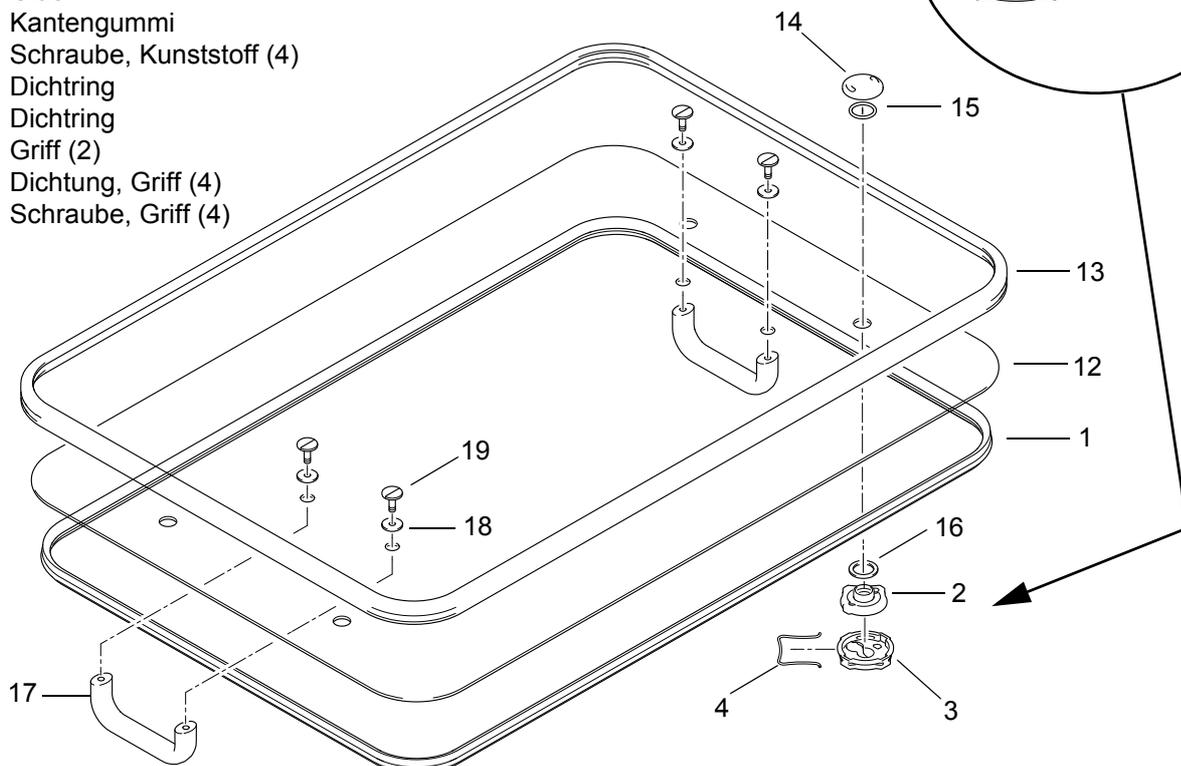

Abb. 802 Eleon Luken - Komponenten (Teil 2)
2. Dichtungsgummi (1, Abb. 802) rund um die Luke aus der Nut im Rahmen (1, Abb. 801) ziehen.
2. Neuen Dichtungsgummi (1, Abb. 802) auf den Lukerahmen legen.
2. Halteklammern (4, Abb. 802) aus allen 4 Deckelträgern (2, 3) ziehen.
1. Deckelgruppe auf die Deckelträger-Unterteile (3, Abb. 802) positionieren.
2. An einer Ecke beginnend, mit der einen Hand Deckelträger (2, 3) zusammenführen und mit der anderen Hand Halteklammer (4) in den Deckelträger einsetzen.
2. Deckelgruppe von den Deckelträger-Unterteilen (3, Abb. 802) lösen.
2. Deckelgruppe auf die Deckelträger-Unterteile (3, Abb. 802) positionieren.
3. Halteklammer (4, Abb. 802) aus dem Deckelträger ziehen (2, 3).
2. Deckelträger-Unterteil (3, Abb. 802) auf den Kugelkopf der Ausstellmechanik platzieren und mit dem oberen Teil des Deckelträgers (2) zusammenführen.
3. Halteklammer (4) in den Deckelträger einsetzen.